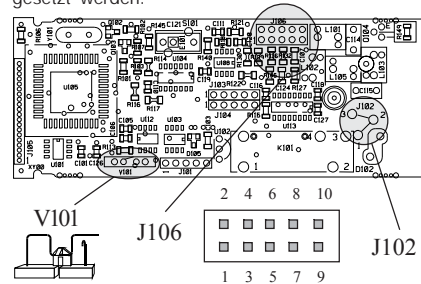

Abb. 14
- 2) Internen Hakenschalter V101 öffnen (Abb. 14)